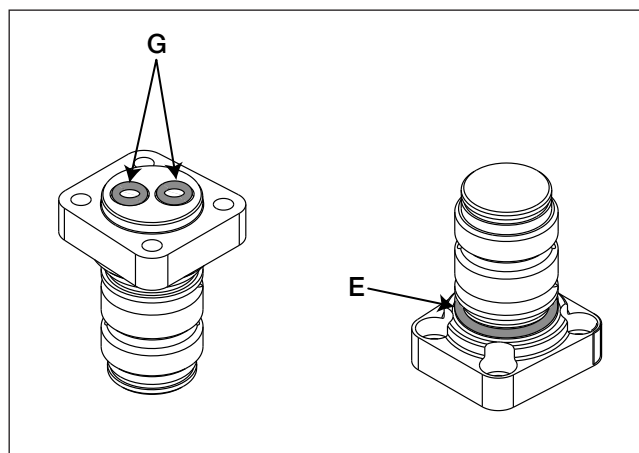

Figura 2, Installazione della guarnizione O-ring, Perno girevole
- 4. Verificare che le quattro viti a testa cilindrica (D) che assicurano il perno girevole siano serrate. Vedere la sezione 5.0, passo 6, per i valori della coppia.
- 5. Smontare la vecchia guarnizione O-ring (E) dal perno girevole (F) e sostituirla con una nuova guarnizione O-ring (E) del kit. Proteggere la guarnizione O-ring con uno strato di grasso al silicone prima di installarla. Per la posizione, vedere la Figura 2.
1. Se l'operazione non è ancora stata eseguita: Smontare la guarnizione (A) di ritegno dell'anello elastico dalla sommità del perno girevole (F). Utilizzando un paio di cacciaviti, staccare delicatamente il vecchio gruppo girevole (B) dal perno girevole (F).
2. Smontare le quattro viti a testa cilindrica (D) tenendo fermo il perno girevole (F). Staccare delicatamente il perno girevole (F) dall'unità di azionamento o dal corpo della chiave dinamometrica (H).
3. Pulire con un panno tutte le superfici dell'unità di azionamento o del corpo della chiave (H). Applicare quindi una piccola quantità di sigillante per filettature Loctite 243 in ognuno dei fori filettati dei bulloni (*) nell'unità di azionamento o nel corpo della chiave (H). Prestare attenzione a non fare gocciolare il sigillante nei raccordi idraulici.
4. Installare due nuove guarnizioni O-ring (G) nei fori alla base del nuovo perno girevole (F). Per la posizione delle guarnizioni O-ring, vedere la Figura 2.
5. Posizionare il nuovo perno girevole (F) sull'unità di azionamento o sul corpo della chiave dinamometrica (H), accertandosi che i raccordi idraulici siano allineati. Prestare attenzione che le guarnizioni O-ring (G) non escano o non siano pizzicate o tagliate.
- Installare la nuova guarnizione O-ring (E) del perno girevole facente parte del kit. Proteggere la guarnizione O-ring con uno strato di grasso al silicone prima di installarla. Per la posizione, vedere la Figura 2.